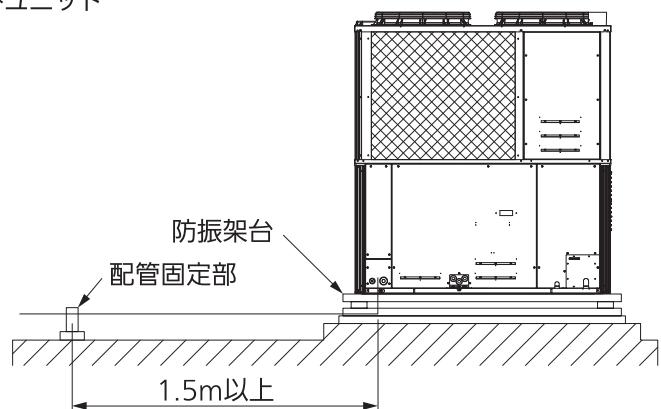

図 20：防振架台の使用例
- 冷媒配管の固定は図 20 のように配管固定部と各室外ユニットまでの距離が 1.5 m 以上になるようにしてください。